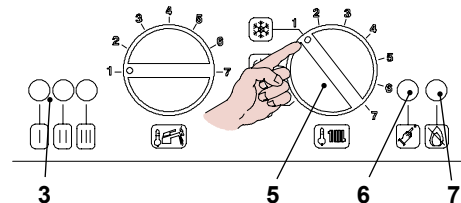

Figura 6.4
- Dare alimentazione elettrica alla caldaia (interruttore bipolare); la lampada di segnalazione 3 in Figura 6.4 si accende circa ogni quattro secondi.
- Ruotare il selettore di funzione 5 come indicato in Figura 6.4, la lampada di segnalazione 3 lampeggia ad intermittenza circa ogni 2 secondi.